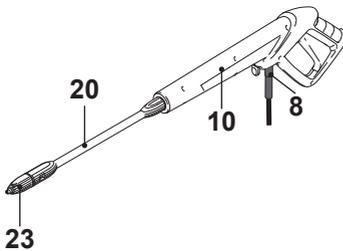

Fig. 10, buse à détergent
La buse à détergent (23) et la laveur de sol (24) s'utilisent toujours en combinaison avec la rallonge (20) (Fig. 10, 11).